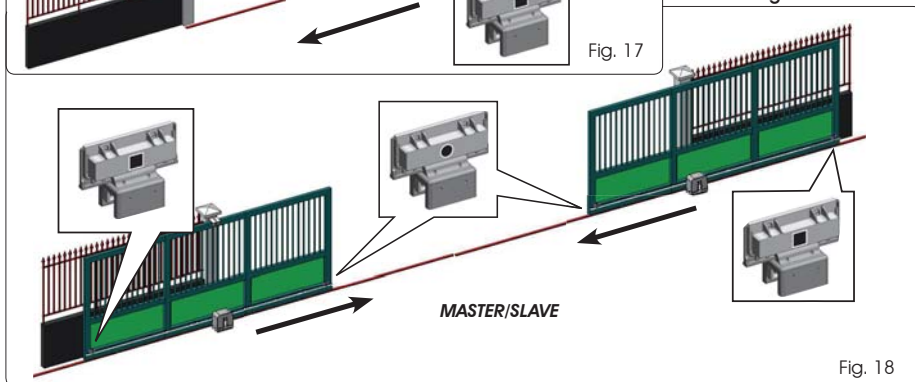

Fig. 18
**En cas d'installation en configuration MASTER/SLAVE, les aimants de fin de course devront être installés d'après la Fig. 18.**